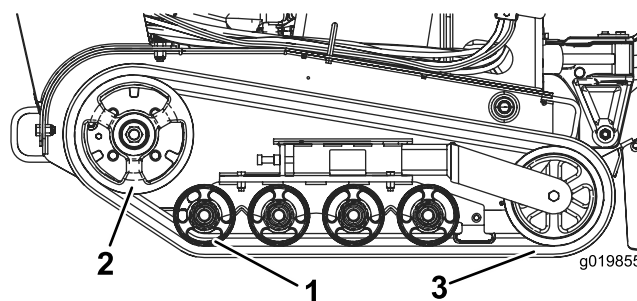

Figura 44
Importante: Asegúrese de limpiar completamente las ruedas de rodaje y la rueda motriz (Figura 44).
8. Empezando en la rueda motriz, pase la oruga nueva alrededor de dicha rueda, asegurándose de que los dientes del interior de la oruga encajen entre los espaciadores de la rueda (Figura 44).
9. Introduzca la oruga por debajo y entre las ruedas de rodaje trasera y central (Figura 44).